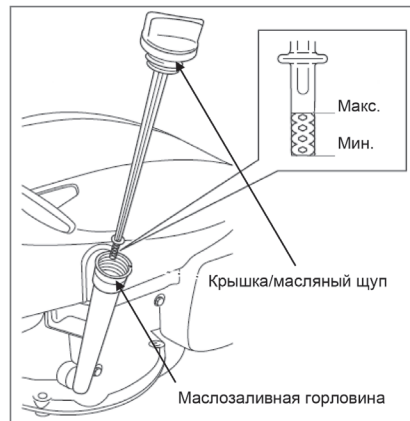

Рис. 15
- Вставьте щуп в маслосливную горловину, не закручивая его, и снова извлеките щуп. Проверьте уровень масла. Он должен находиться между максимальной и минимальной отметкой контрольного щупа ближе к верхней отметке (рис. 15). В случае необходимости медленно долейте моторное масло, подождите одну минуту, а затем снова проверьте уровень масла.